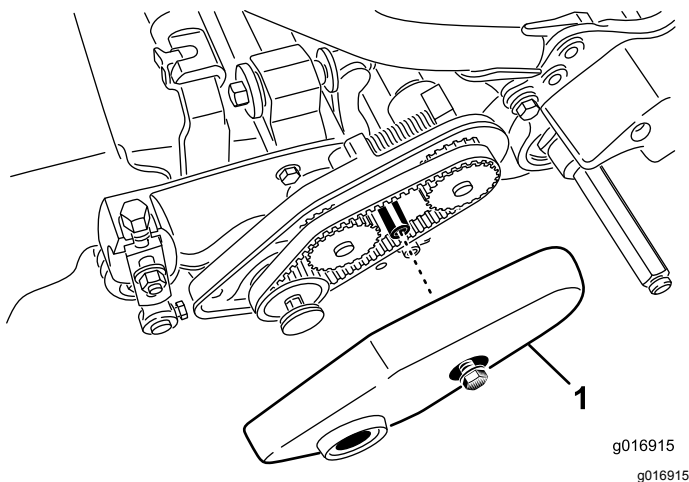

Рисунок 20
2. Выверните болт с буртиком, который крепит крышку ремня, и снимите крышку ремня, чтобы открыть ремень (Рисунок 20).